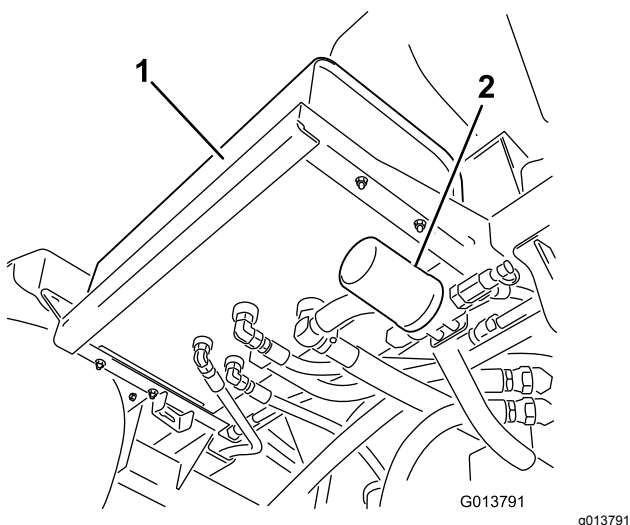
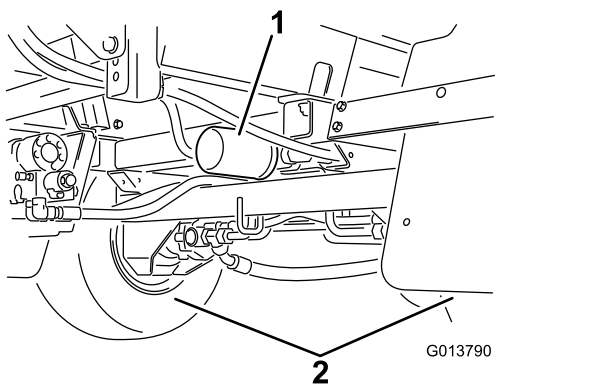

Figura 91
Figura 92
2. Individuate i 2 filtri idraulici sulla macchina (Figura 91 e Figura 92).